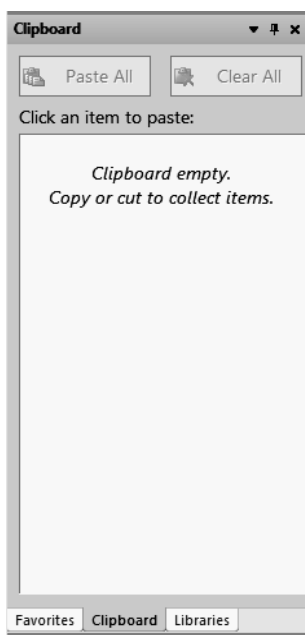

图 1-1-19 Clipboard 面板
(5) Clipboard 面板。该面板的功能是存储当前编辑操作过程中的复制和剪切行为，便于用户召回以前的复制或剪切行为。该面板如图 1-1-19 所示。